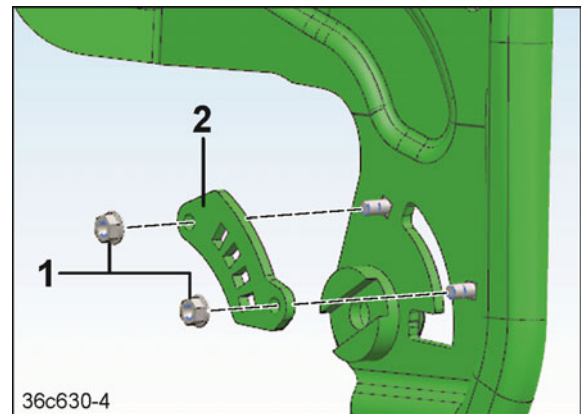

Bild 308
4. Lossa 2 låsmuttrar M 8 (Bild 308/1)
5. Byt rastret (Bild 308/2).
6. Sätt dit 2 låsmuttrar M 8 (Bild 308/1) och dra åt dem